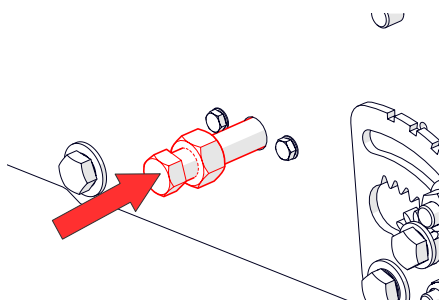
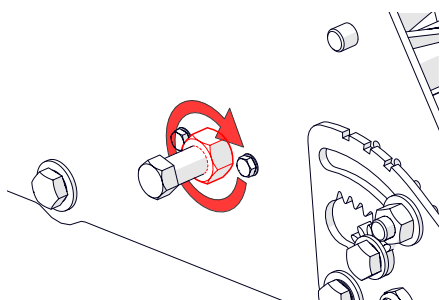

Fig. 11F - Aperte o parafuso de retenção
Fig. 11G - Aperte a porca de fixação
8. Aperte o parafuso de retenção [chave inglesa de 19 mm] (Fig. 11F) e, em seguida, a porca de fixação [chave inglesa de 24 mm] (Fig. 11G).